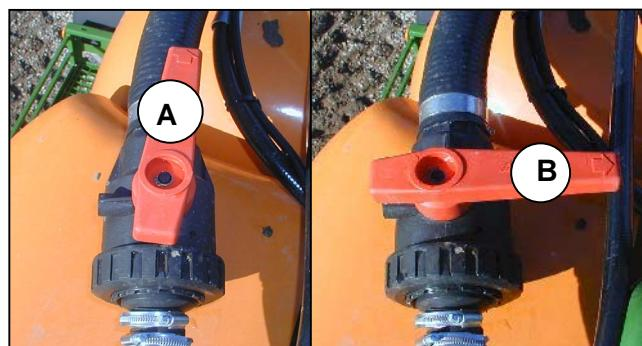

Рис. 10.9
- Трехходовой кран (Рис. 10.9)
- для наполнения бака опрыскивателя для рабочего раствора переместите в направлении движения потока (Рис. 10.9/A).
- для наполнения бака для промывочной воды переместите поперек к направлению движения потока (Рис. 10.9/B).